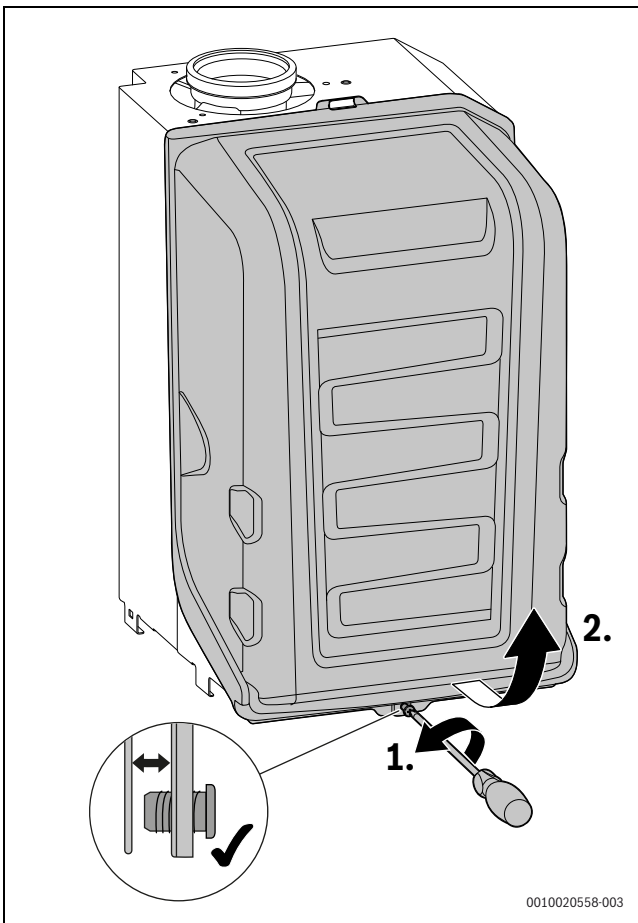

Bild 14 Brennerhaube abnehmen
- ▶ Brennerhaube abnehmen (→ Bild 14, Seite 77).